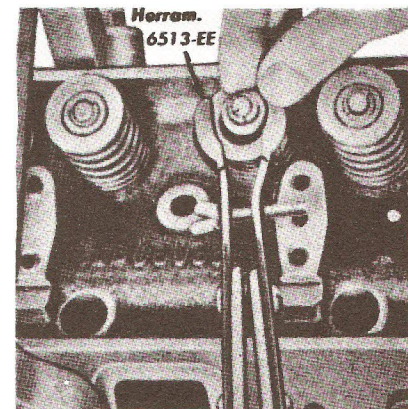

Fig. 15 — Desmontaje e Instalación de Seguros. Tipico
2. Comprima los resortes de válvulas (Fig. 15). Saque los seguros del retén del resorte y quite el resorte.